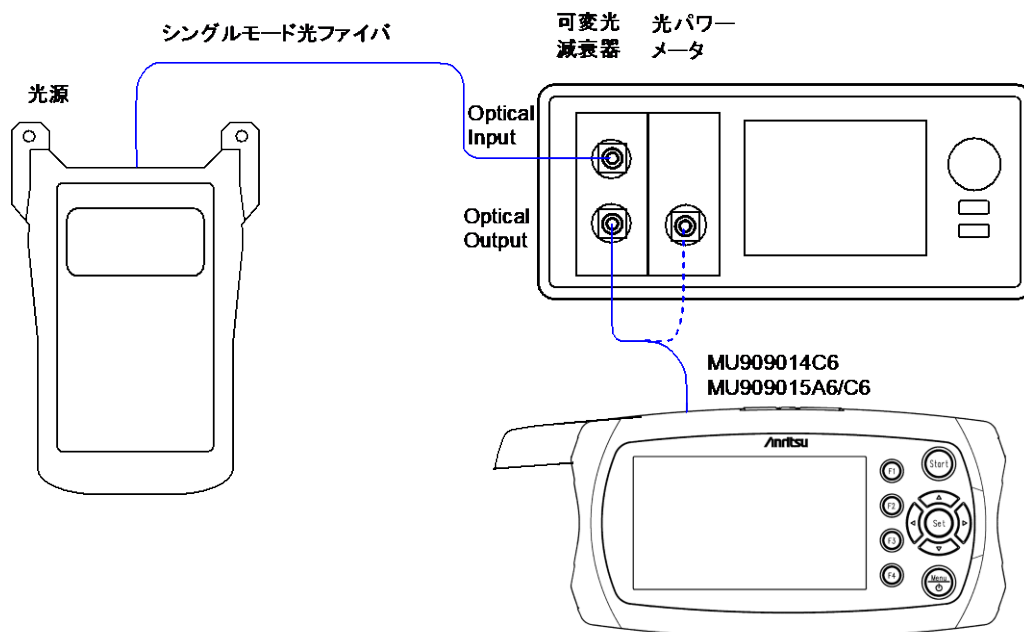

図11.1.10-1 パワーメータ、PON パワーメータの試験接続図
1. 光源と可変光減衰器を、光ファイバで図11.1.10-1のとおり接続します。